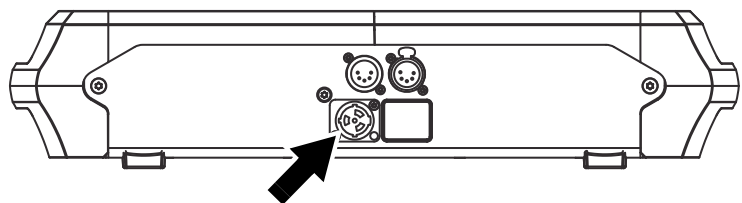

Bild 8: Netzeingang
2. Siehe Bild 8. Führen Sie die TRUE1 Kabelbuchse in den Netzeingang und verriegeln Sie die Buchse durch Drehen im Uhrzeigersinn.
Der MAC Encore™ Performance ist mit 5-poligen DMX-Verbindern für DMX- und RDM-Signale ausgestattet (siehe Bild 8 auf Seite 11). Die Pinbelegung ist wie folgt: